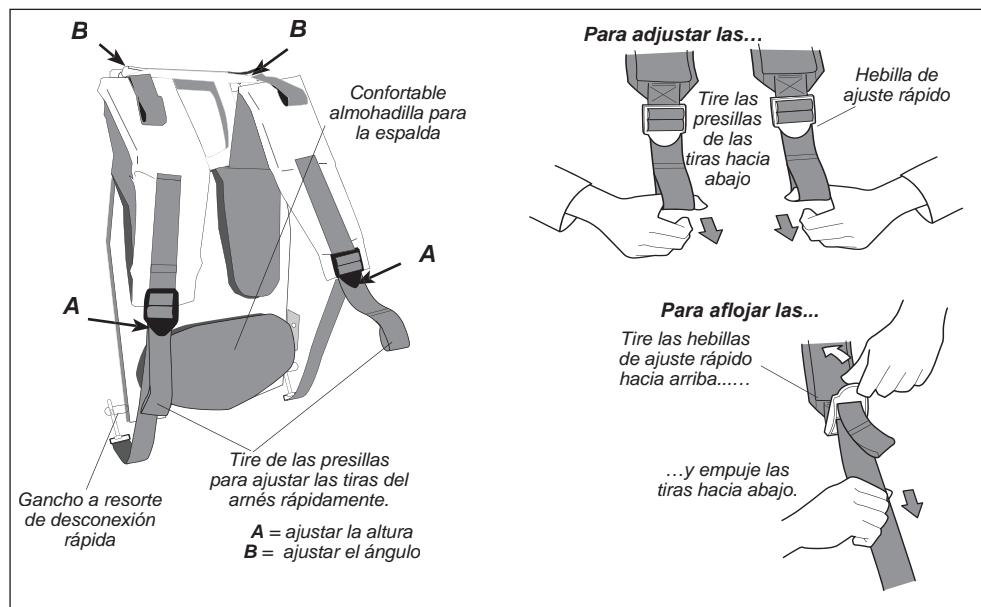

Figura 19
1. Para obtener una configuración que reduzca el ruido, mueva el limitador del acelerador ubicado a la derecha del control del acelerador hasta la configuración dB. Consulte la Figura 19.